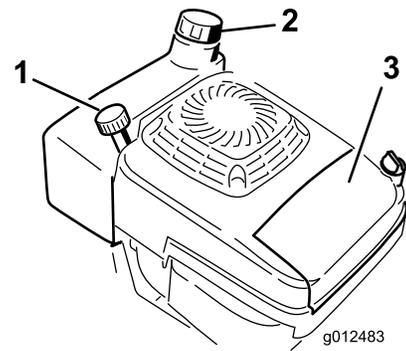

Figura 17
1. Pulite attorno al tappo del serbatoio del carburante (Figura 17).